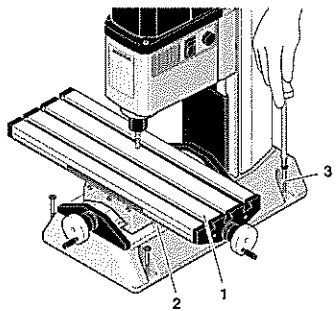

Fig. 2
- Den Kreuztisch 1 (Fig. 2) mit den 4 beigefügten Schrauben am Fuß 2 befestigen.